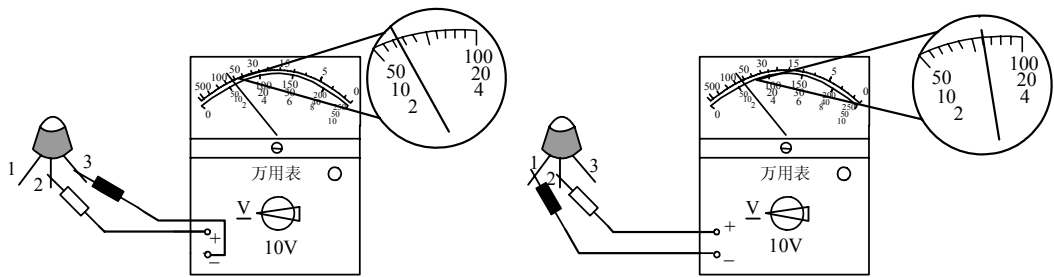

图 2-5
5. 某同学用万用表测量正常放大状态的三极管的电压如图 2-5 所示, 请判断三极管的管脚名称、类型和材料。